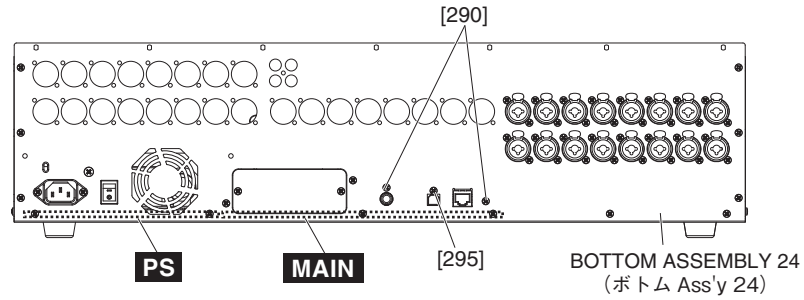

Fig. 8 (図8)
- A-4-7 Remove the two (2) screws marked [290] and the screw marked [295] and ten (10) screws marked [310], the hexagonal spacer marked [320]. The MAIN circuit board can then be removed. (Fig. 8)
When installing the screws marked [310], tighten the screws A shown in Fig. 8 and then tighten the other screws.
- A-4-7 [290] のネジ 2 本と [295] のネジ 1 本と [310] のネジ 10 本と [320] の 6 角スペーサ 1 本を外して、MAIN シートを外します。(図 8)
- ※ MAIN シートを取り付ける際は、[290] のネジと [295] のネジを締めてから [310] のネジを締めてください。[310] のネジは、図 8 に示す A のネジを締めてから他のネジを締めてください。
- A-5-8 Remove the ten (10) screws marked [200]. The PS circuit board can then be removed. (Fig. 8)
- * **When installing the PS circuit board, tighten the screws **a** to **b** shown in Fig. 8 in numerical order and then tighten the other screws.**
- A-5-8 [200] のネジ 10 本を外して、PS シートを外します。(図 8)
- ※ PS シートを取り付ける際は、図 8 に示す **a**、**b** の順にネジを締めてから他のネジを締めてください。